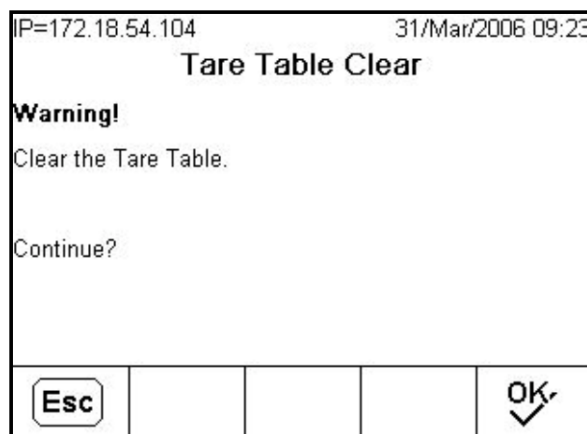

Figure C-17: Écran d'avertissement Reset Tare Totals
2. Lorsque vous appuyez une fois sur **C***, l'écran illustré sur la Figure C-17 s'affiche.